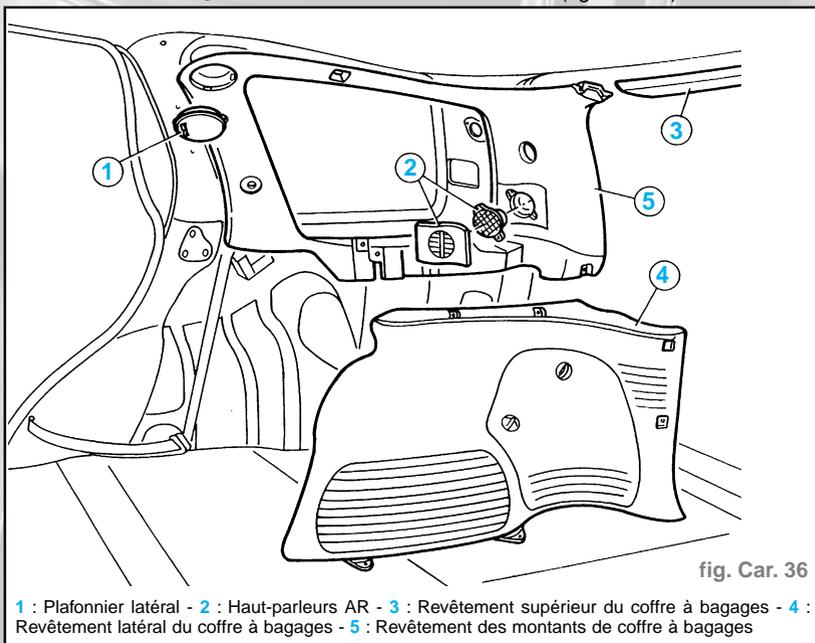

fig. Car. 36
- Déposer les éléments représentés (fig. Car. 36).